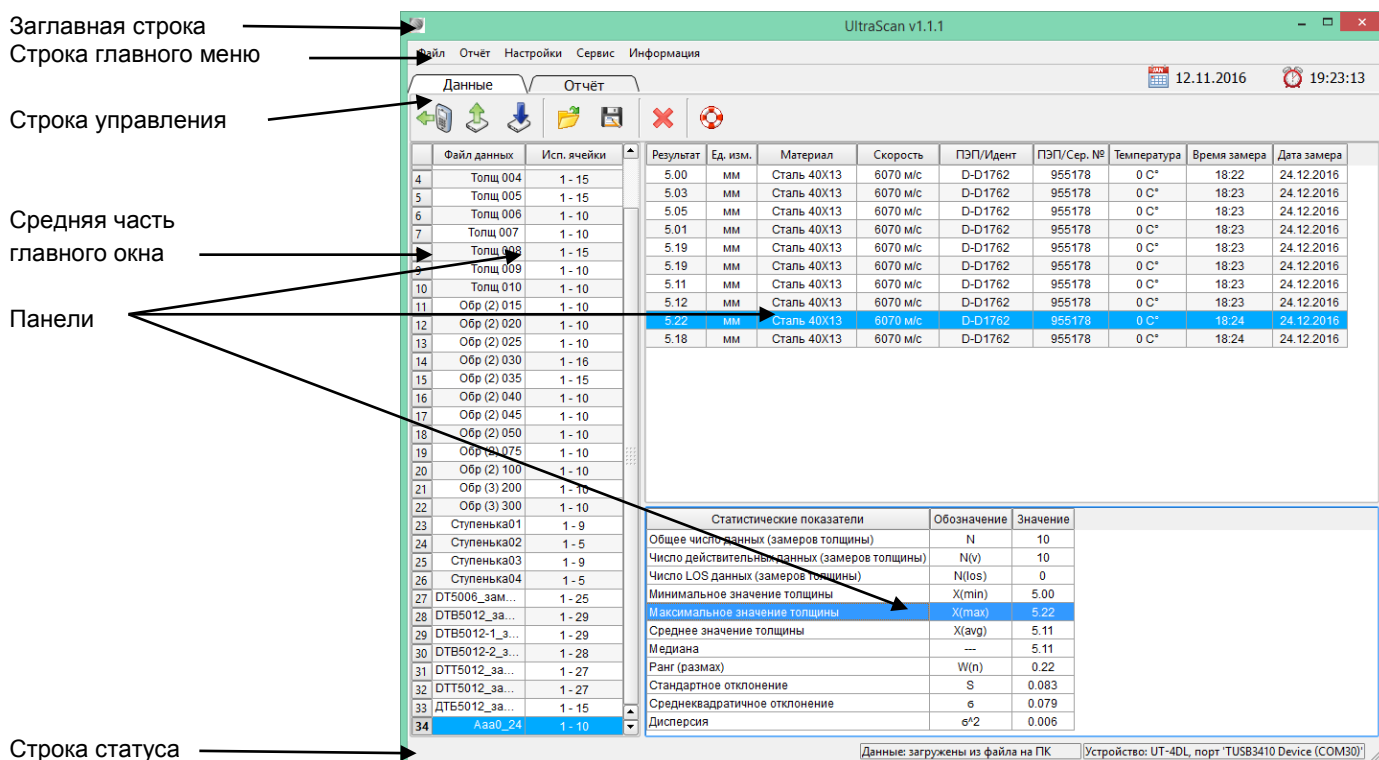

Рисунок 8
3.3.2 После выполнения данной последовательности действий, прибор автоматически перейдет в режим двухсторонней связи с ПК, при этом в строке статуса главного окна интерфейсной программы появится информация о подключенном приборе и используемом USB-порте ПК (рисунок 8).
Получить из прибора базу...	Получение из памяти прибора базы данных результатов измерений (всех активных файлов регистратора) и вывод на панели главного окна (рисунок 8)
Отправить в прибор базу...	Запись в память прибора базы данных результатов измерений - всех файлов, представленных на панелях главного окна (рисунок 8)
Получить из ПК базу...	Получение из ПК выбранной базы данных результатов измерений (файлы *.udb в папке «Базы данных») и вывод на панели главного окна (рисунок 8)
Сохранить базу на ПК...	Сохранение базы данных результатов измерений, представленной на панелях главного окна (рисунок 8), на накопитель ПК в папку «Базы данных»